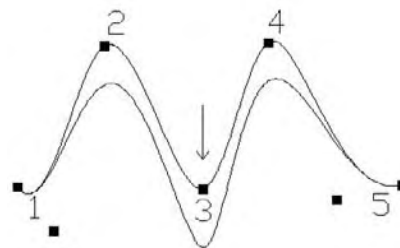

Fig.2.17
- Poids (Weight) : permet de modifier le poids relatif du point de contrôle sélectionné. Plus le poids est élevé, plus le point de contrôle exercera une traction sur la spline (fig.2.17).